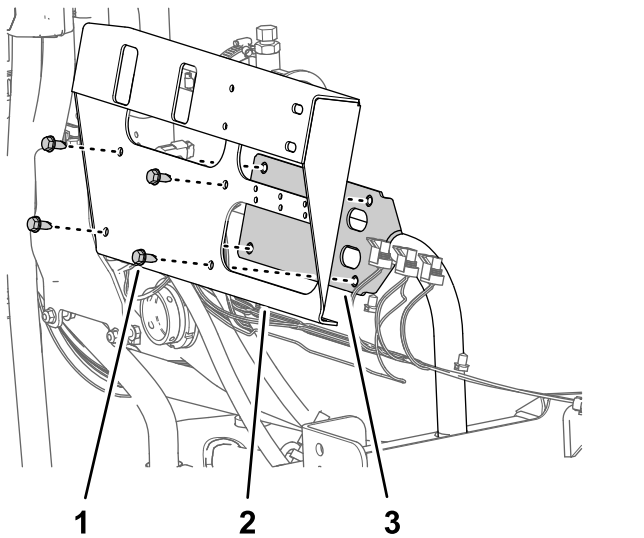

Figura 71
3. Retire los 4 tornillos con arandela prensada (5/16" x 3/4") que sujetan el panel de las válvulas de sección del soporte de las válvulas, y retire el panel de las válvulas de la máquina (Figura 71).